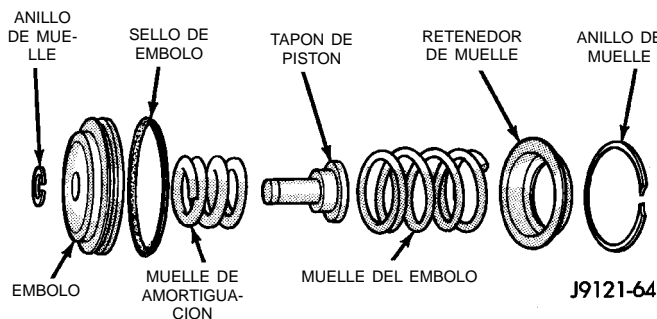

Fig. 149 Componentes del servo trasero
(1) Retire el anillo de muelle pequeño y el tapón y muelle del émbolo del servo delantero (Fig. 149).
(2) Retire y deseche el aro retén del émbolo del servo.
(3) Lubrique el émbolo y las juntas de guía con vaselina. Lubrique las otras piezas del servo con líquido para transmisiones ATF Plus de Mopar.